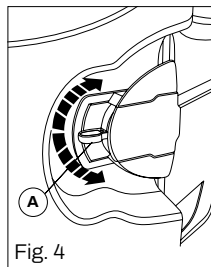

Fig. 4
- Tire de la manija **A** hacia el interior para desbloquear la cerradura. (Fig. 4)
- Empuje la manija **A** hacia el interior para desbloquear la cerradura. (Fig. 4)
- El aire caliente (fig. 4) elimina rápidamente el vapor de agua, ya que absorbe mucha más agua que el aire frío